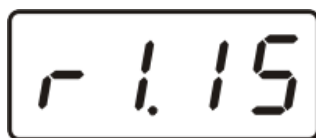

Рисунок 5.1 Индикация версии внутреннего программного обеспечения
- 5.6 При включении газоанализатора на его экране индицируется версия внутреннего ПО, см.Рисунок 5.1.